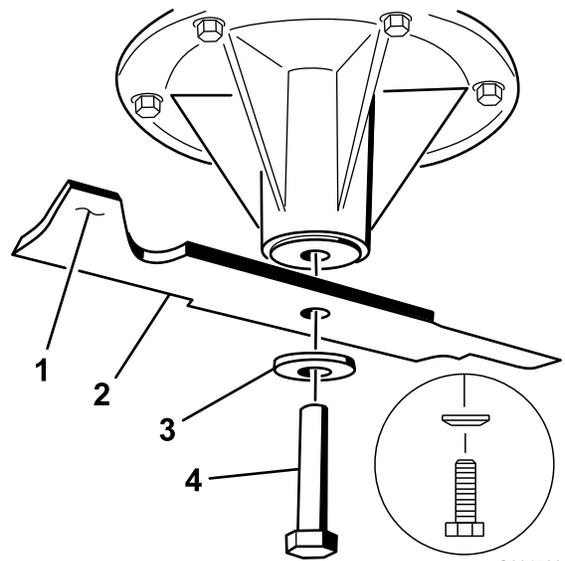

Figura 94
2. Retire del eje el perno de la cuchilla, la arandela curva y la cuchilla (Figura 94).
3. Si la cuchilla no está equilibrada, rebaje algo el metal en la parte de la vela solamente con una lima (Figura 94).